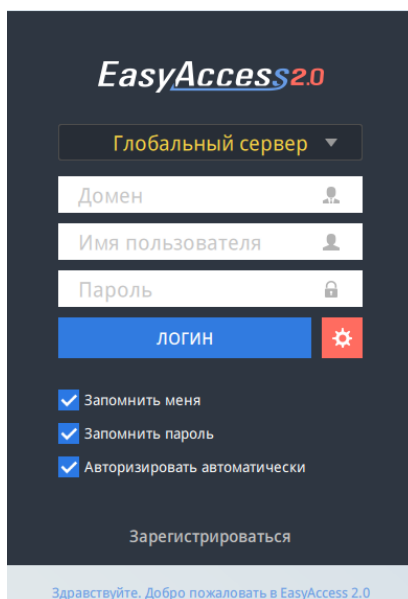

Рисунок 8.1 – Окно входа в ПО EasyAccess 2.0
2. В открывшемся окне ПО EasyAccess 2.0 (рисунок 8.1) в поле «Домен» вписать «eridan» (если лицензия на EasyAccess 2.0 приобретена у предприятия-изготовителя), в полях «Имя пользователя», «Пароль» вписать логин и пароль, выданный предприятием изготовителем, либо полученный при самостоятельной регистрации на сервере EasyAccess 2.0.